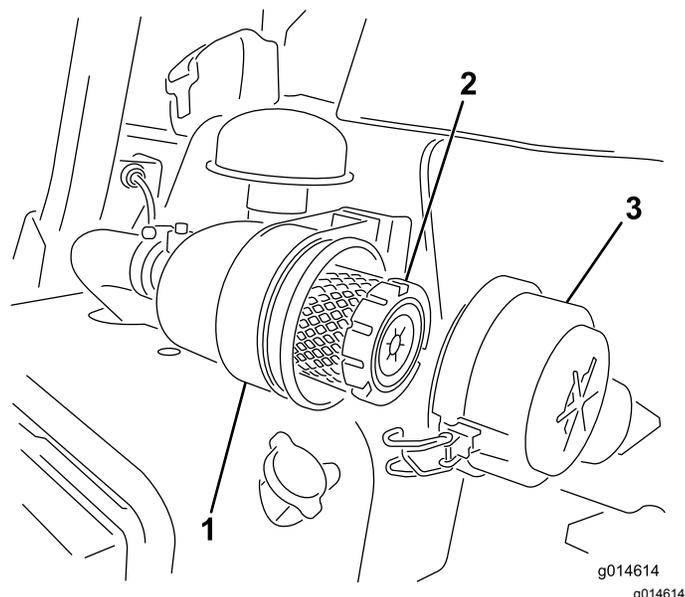

Рисунок 29
1. Отпустите защелки, фиксирующие крышку воздухоочистителя на его корпусе (Рисунок 29).
7. Зафиксируйте защелки (Рисунок 29).